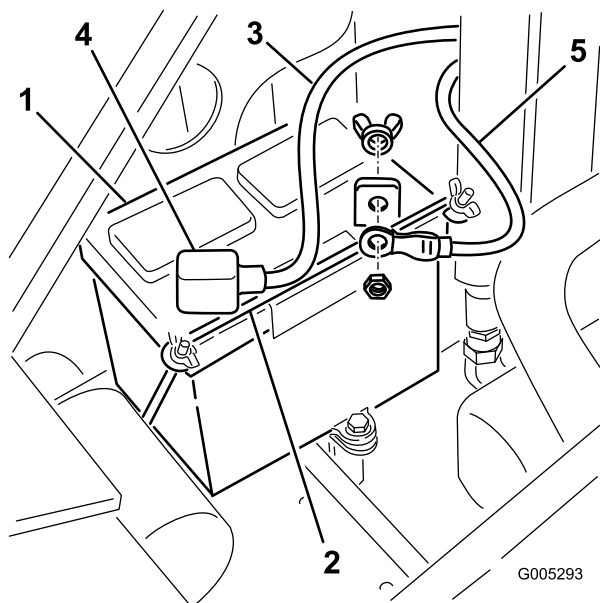

Figura 27
4. Retire las tuercas de orejeta y la barra que fijan la batería (Figura 27).
9. Instale la batería en el chasis (Figura 27).
10. Sujete la batería en el chasis (Figura 27).
11. Usando el perno y la tuerca de orejeta suministrados con la batería, conecte el cable positivo (rojo) al borne positivo (+) de la batería (Figura 27). Deslice la cubierta de goma sobre el borne de la batería.
12. Usando el perno y la tuerca de orejeta suministrados con la batería, conecte el cable negativo (negro) al borne negativo (-) de la batería (Figura 27).